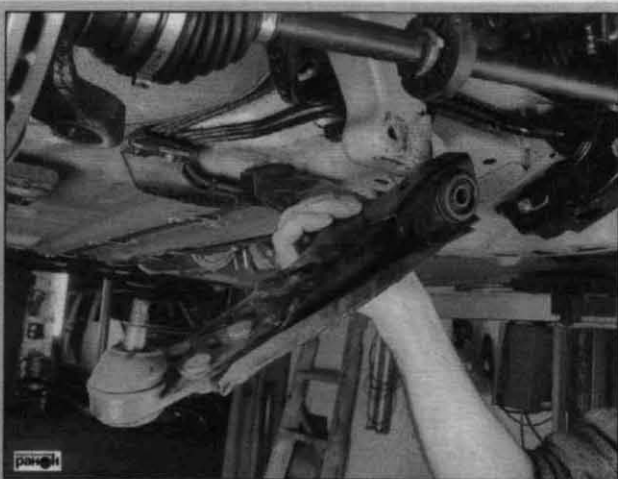

Рис. 5.6. Снятие переднего рычага
- снять передний рычаг (рис. 5.6);